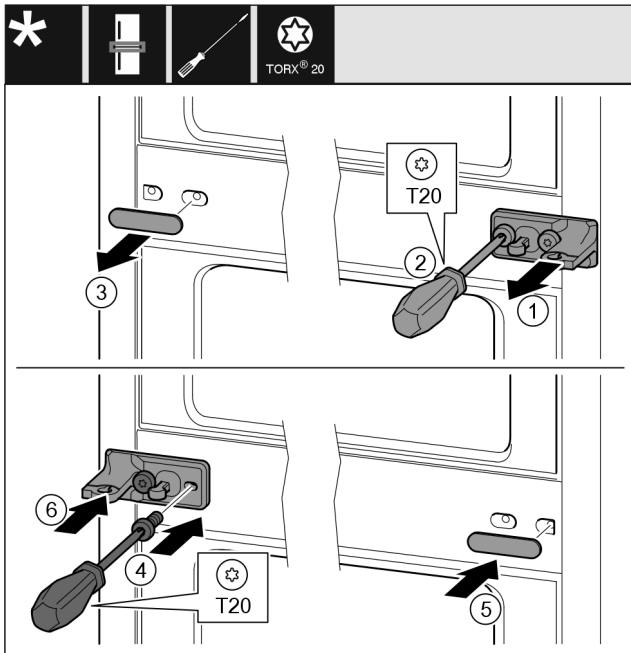

Fig. 29
- Scheibe Fig. 29 (1) abziehen.
- Schrauben Fig. 29 (2) mit Schraubendreher herausdrehen.
- Abdeckung Fig. 29 (3) vorsichtig abziehen.
- Lagerbock mit Folie Fig. 29 (4) um 180° gedreht auf der anderen Seite fest anschrauben.
- Abdeckung Fig. 29 (5) um 180° gedreht auf der anderen Seite anbringen.
- Scheibe Fig. 29 (6) von vorn aufschieben.